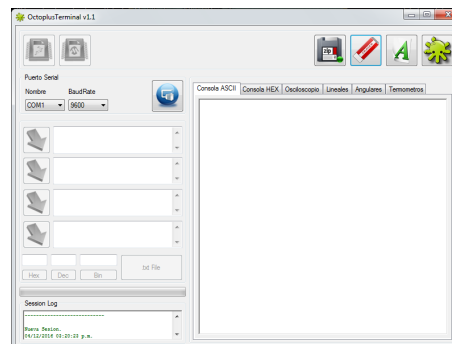

Figura 44: Panel principal de *Octoplus*.
- **Paso 3:** A continuación se presenta una pantalla similar a la Figura 44
- **Paso 6:** Al realizar la depuración, el usuario debe seleccionar el botón *Abrir/Cerrar puerto COM*, el cual se encuentra sobre la derecha del menú desplegable *BaudRate*, como lo ilustra la Figura 44.